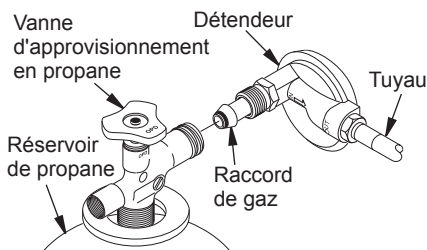

Figure 6 - Position du détendeur
2. Branchez le raccord de gaz de chauffage à l'assemblage du tuyau et du détendeur sur le réservoir de propane. Vissez le raccord de gaz de chauffage dans le sens inverse des aiguilles d'une montre dans le filetage du réservoir. Resserrez fermement avec une clef. **IMPORTANT :** disposez le détendeur de façon à ce que le tuyau qui s'en échappe soit à l'horizontale (voir figure 6). Cela permet de bien positionner la prise d'air du détendeur et de la protéger des intempéries.